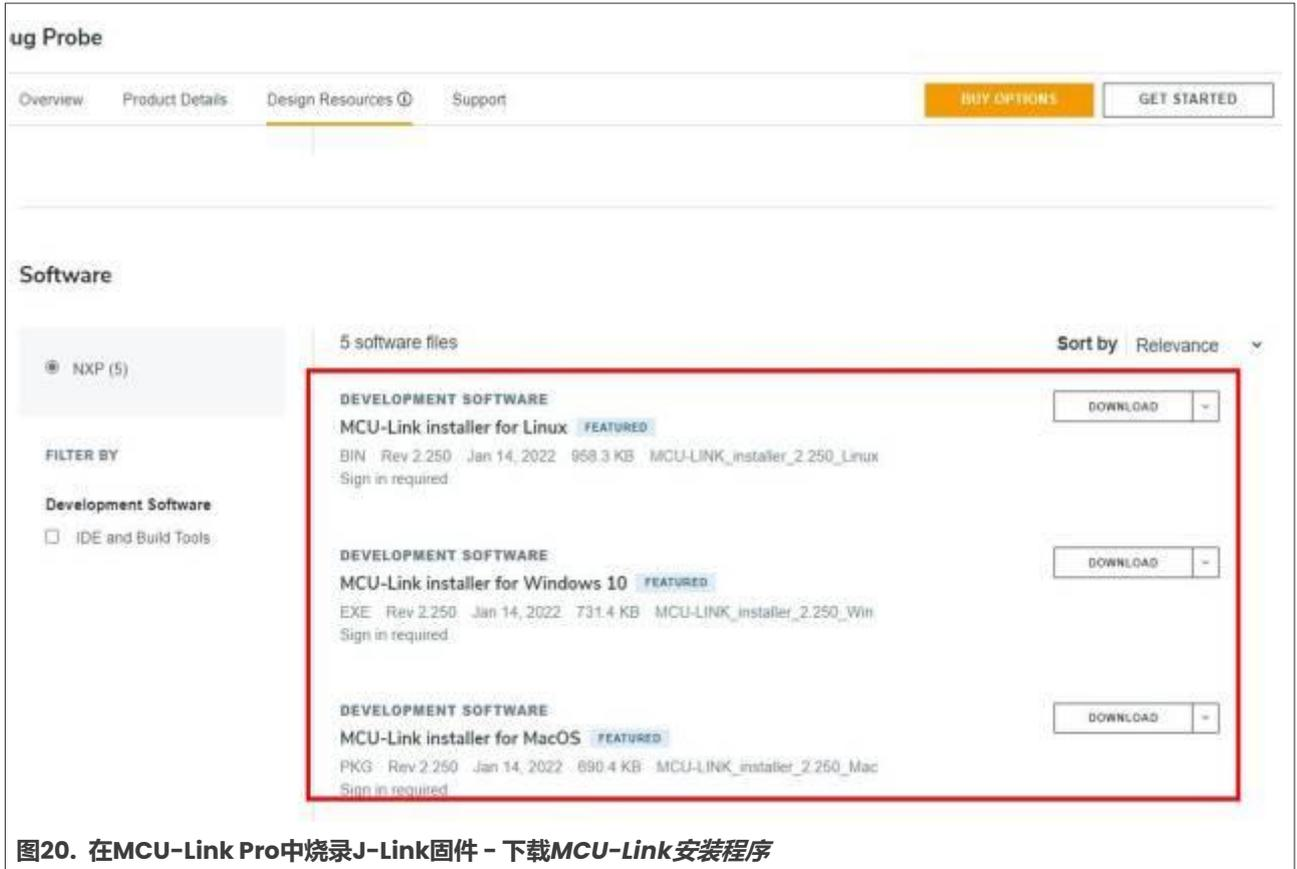

图20. 在MCU-Link Pro中烧录J-Link固件 - 下载MCU-Link 安装程序
- 1 首先，您必须在MCU-Link Pro中烧录J-Link固件。为此，您需要访问MCU-Link Pro网站并下载适合您的操作系统的MCU-Link安装程序软件，如图20所示。